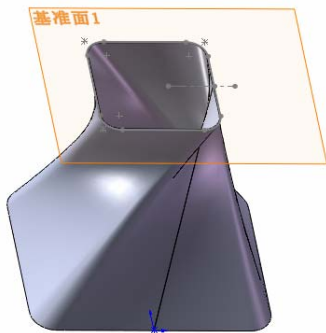

图 9-129 生成矩形漏斗
⑩ 生成“放样折弯”特征。选择菜单栏中的“插入”→“钣金”→“放样的折弯”命令，或者单击“钣金”工具栏中的“放样折弯”图标，弹出“放样折弯”属性管理器，在图形区域中选择两个草图，鼠标的选择点位置要对齐。键入厚度值：0.5，单击“确定”图标，生成扭转的矩形漏斗零件，如图 9-129 所示。